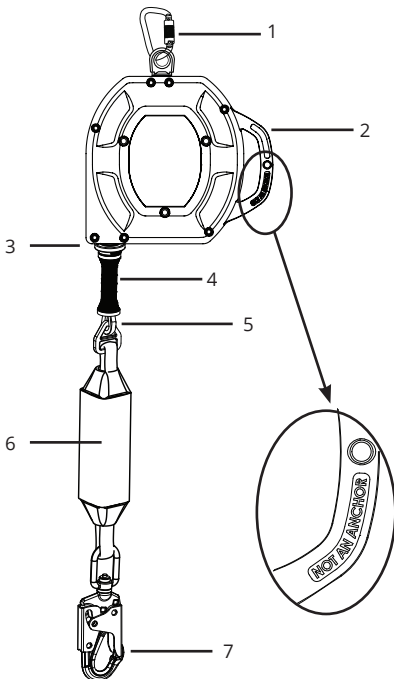

Figure 1 - À propos du bord d'attaque FT-R SRL de FallTech®
Comme le montre la figure 1 ci-dessous, le DAR est muni d'un boîtier en nylon renforcé de fibre de verre avec une poignée intégrée qui contient une ligne de vie composée d'un câble d'acier de 5,6 mm (7/32 po) de diamètre, enroulé sur un tambour tendu par un ressort. La ligne de vie du DAR est équipée d'un ensemble de câble d'arrêt et de poignées avec un pare-chocs, d'un absorbeur d'énergie détachable (AE) et d'un mousqueton pivotant en acier. Lorsque l'utilisateur est attaché, la ligne de